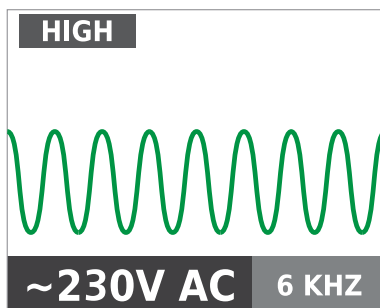

Figura 3.2b
3. Selecione o modo de sinal ALTO para a maioria das aplicações. O visor será apresentado tal como na Figura 3.2b.